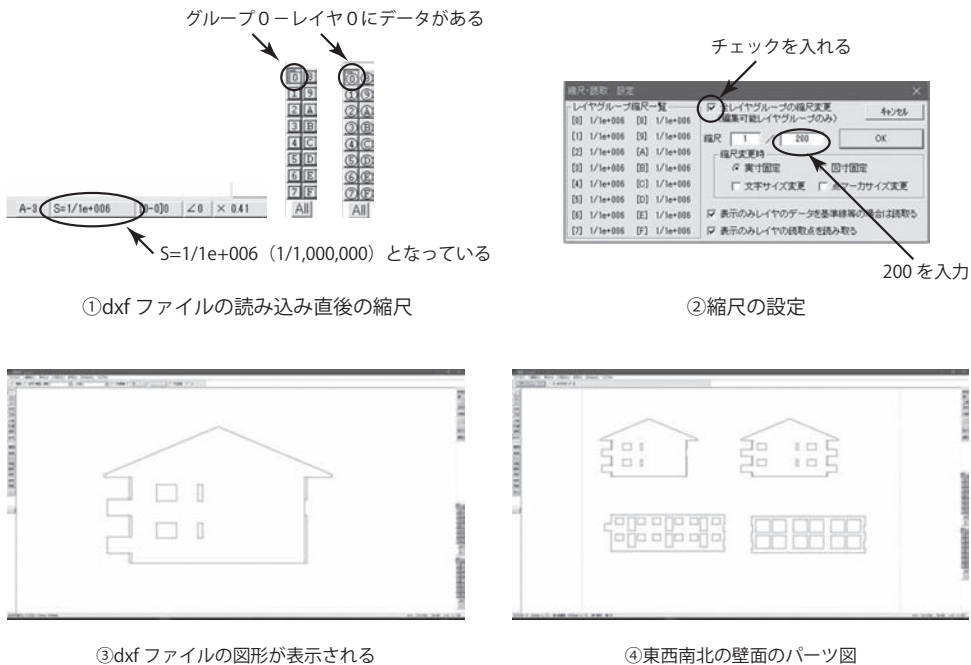

図32 Jw_cad への dxf ファイル読み込み
- 1) Jw_cad の「ファイル」→「DXF ファイルを開く」で、目的のファイルを開く。このときグループ 0 - レイヤ 0 にデータが読み込まれているが、画面に何も表示されない。これは読み込まれたファイルの縮尺が非常に小さいためである (図32-①)
- 3) 縮尺・読取設定ウインドの縮尺の分母を200とし、全レイヤグループの縮尺変更チェックを入れる (図32-②)
- 4) 「OK」をクリックすると、読み込まれた dxf ファイルが表示される (図32-③)
- 5) 他のパーツの dxf ファイルを読み込み、コピー・アンド・ペーストで適宜パーツをまとめた下図を作成 (図32-④)